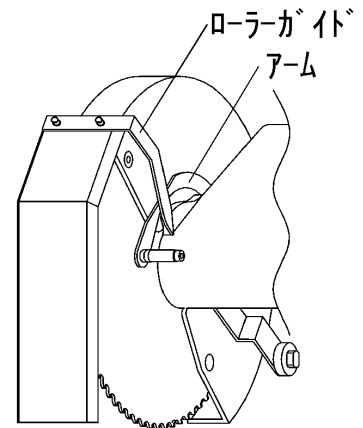

図9
4. 移動カバーを元に戻し、チョウナットで固定します。この時、アームが下がった状態で、ローラーガイドがアームの上になるように注意してください。図9